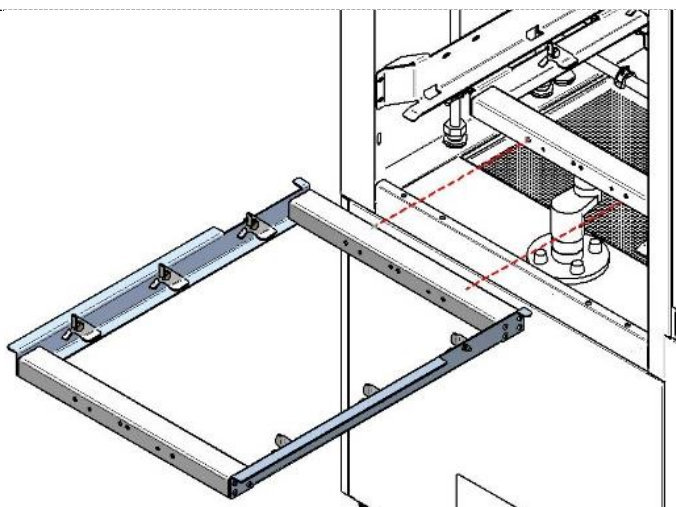

Imagen 5.- Amarre del carro de arrastre del secado
- Amarrar el carro de arrastre del túnel de secado al del lavavajillas. Utilizar para ello los tornillos, tuercas y arandelas M6 que se suministran en la dotación. Es muy importante que los carros de arrastre estén alineados entre sí. **Ver imagen 5.**